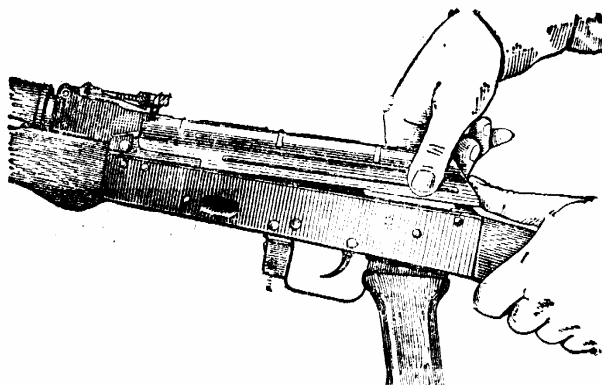

Рис.17. Отделение крышки ствольной коробки.
5. Отделить крышку ствольной коробки.левой рукой обхватить шейку приклада, большим пальцем этой руки нажать на выступ направляющего стержня возвратного механизма, правой рукой приподнять вверх заднюю часть крышки ствольной коробки (рис.17) и отделить крышку.